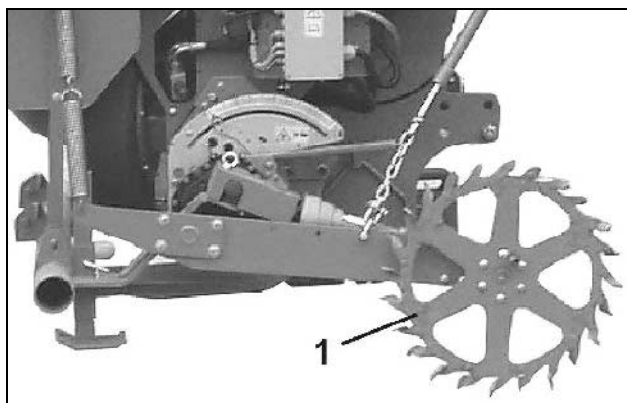

Fig. 25
- La ruota con sperone (Fig. 25/1) aziona, tramite il riduttore Vario, i rulli dosatori nel dosatore semente (non per il dosaggio completo elettrico).